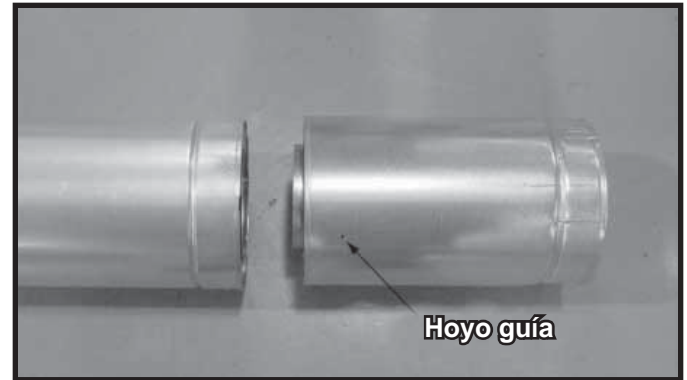

Figura 10.6 Hoyo guía de la sección ajustable
- Coloque el tubo interno de la sección ajustable dentro del tubo interno de la sección fija y el tubo externo de la sección ajustable dentro del tubo externo de la sección fija. Consulte la Figura 10.6.